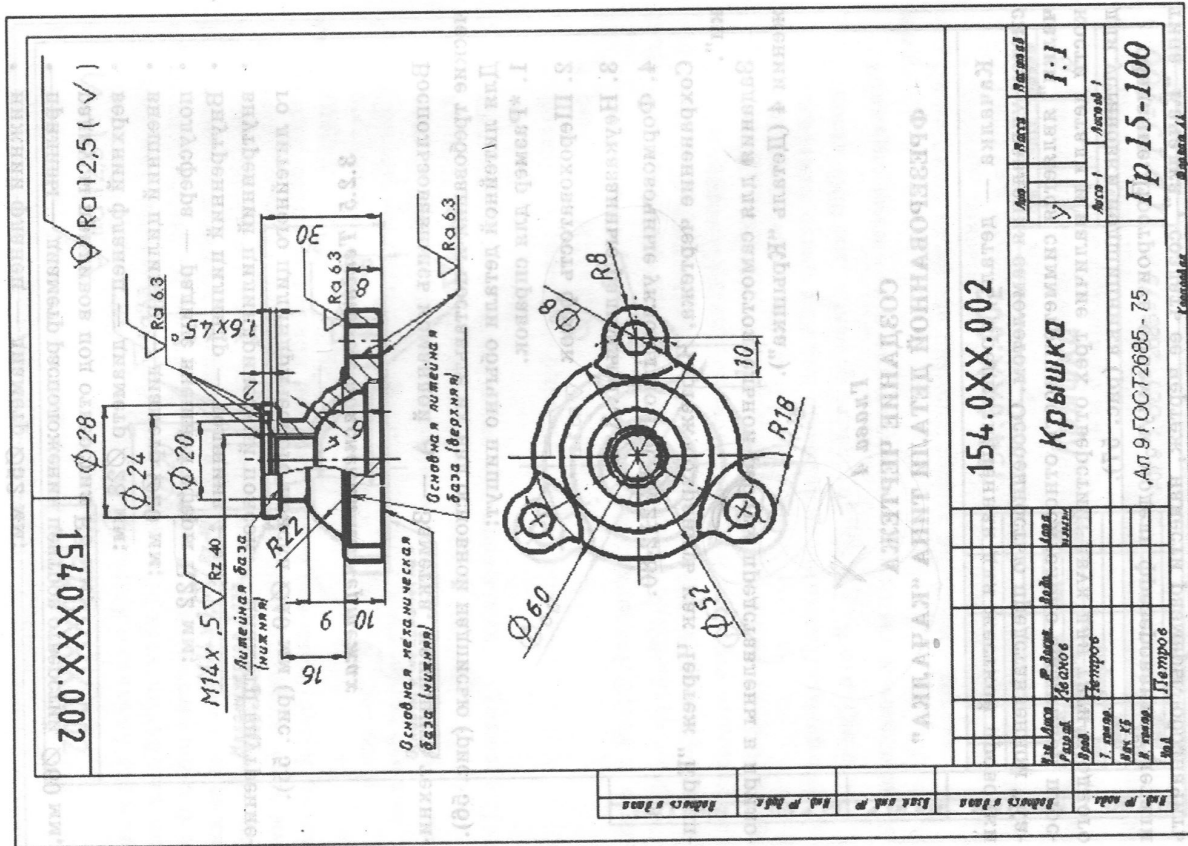

Рис. 55
- внутренний цилиндрический пояска — диаметр внутреннего литейного цилиндрического пояска $\varnothing 40$ мм (рис. 55).